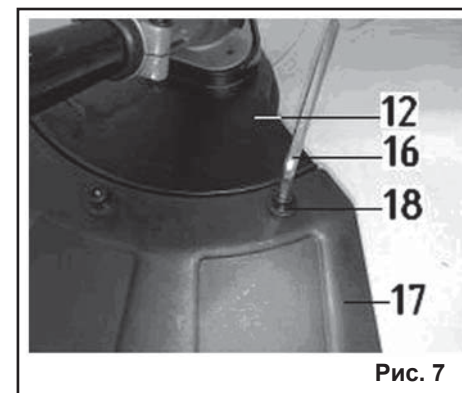

Рис. 7
7.4. Установка защитного кожуха при работе с леской (Рис. 7)